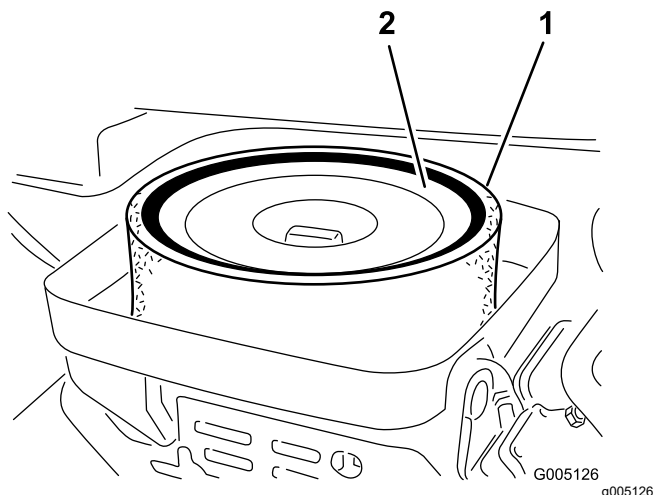

Figura 32
3. Retire a porca de orelhas que fixa os elementos de filtragem ao corpo do filtro de ar (Figura 32).
4. Se o elemento de esponja se encontrar sujo, deverá retirá-lo do elemento de papel (Figura 32). Limpe-o cuidadosamente, da seguinte forma: